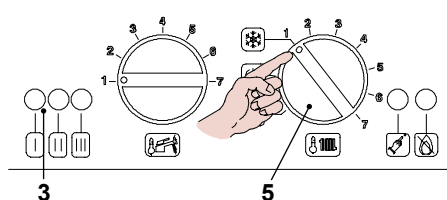

Figura 9.15
- Quindi riposizionarlo in richiesta Riscaldamento/sanitario Figura 9.15.